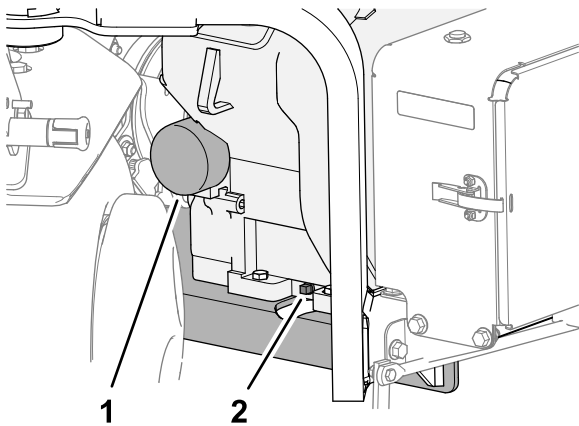

图 161
3. 在排油塞下放置一个盘子并取下排油塞图 161。
1. 在机油滤清器下面放置一个浅盘并拆下滤清器 (图 161)。
6. 将滤芯拧到滤芯适配器上直至垫片接触到滤芯适配器 (图 161) 然后将滤芯再旋紧 1/2 圈。